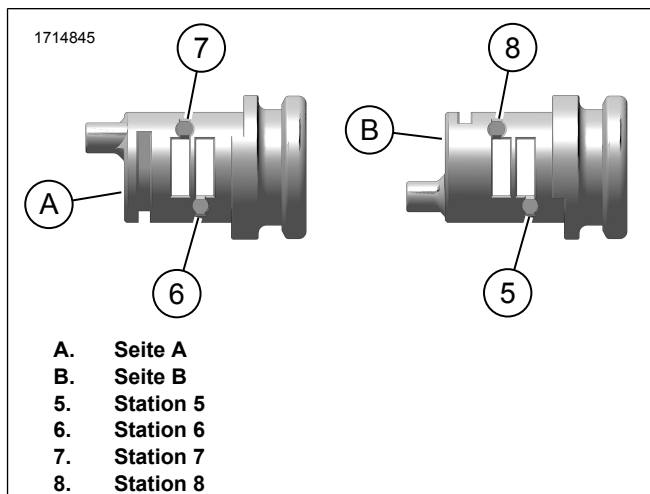

Abbildung 6. Feder und Zuhaltung
4. Abbildung 6 Die Federn in die Löcher der Stationen 6 und 7 auf Seite A des Schlosses einsetzen.